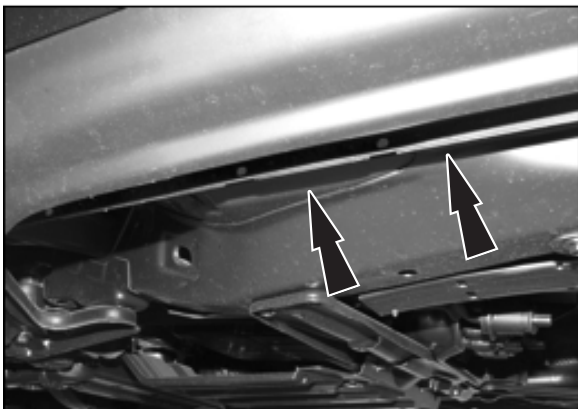
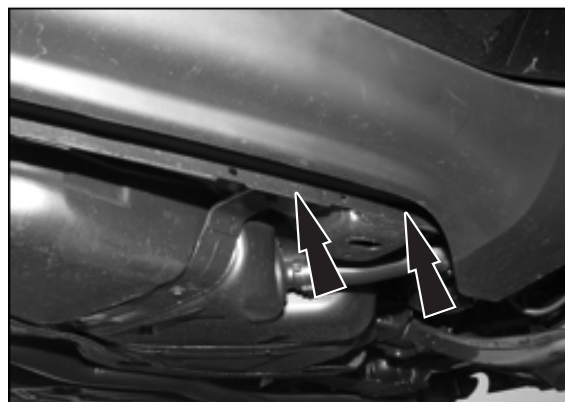

Fig. 1 Ubicación de montaje de la parte delantera del lado del conductor.
Fig. 2 Ubicación de montaje de la parte trasera del lado del conductor.
Comenzando por el lado del conductor, ubique los (3) pares de orificios de fábrica en la pestaña soldada. (Fig. 1 y Fig. 2)